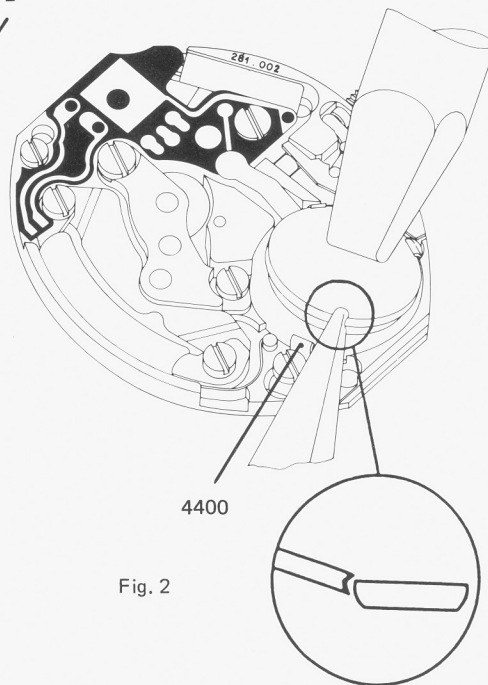

Fig. 2
2. Tout en maintenant la pile par le dessus, la pousser avec un outil approprié jusqu'à l'arrêt de la bride de fixation (4400) Fig. 2.
2. Batterie von oben halten und durch ein geeignetes Werkzeug seitwärts einschieben bis Batteriehaltebügel (4400) einrastet Fig. 2.
2. Hold the battery from above. Using a suitable tool, as shown in Fig. 2, push the battery till it gets fixed up with the battery clamp (4400).